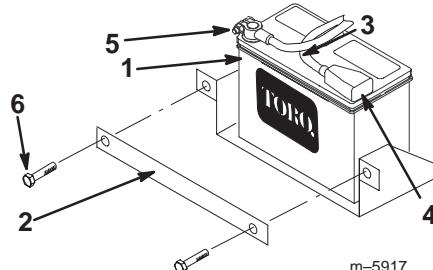

Bild 1
2. Entfernen Sie die Schrauben, Muttern und Klemmen, mit denen die Batterie befestigt ist (Bild 1).
- Befestigen Sie die Batterie mit den Klemmen, Schrauben und Muttern, die Sie vorher entfernt haben, wieder im Chassis (Bild 1).
- Schließen Sie das Pluskabel (rot) mit der mit der Batterie mitgelieferten Schraube und Mutter am (+) Pluspol an (Bild 1). Schieben Sie die Gummidendeckung über den Batteriepol.
- Schließen Sie das Minuskabel (schwarz) mit der mit der Batterie mitgelieferten Schraube und Mutter am (-) Minuspol an (Bild 1).